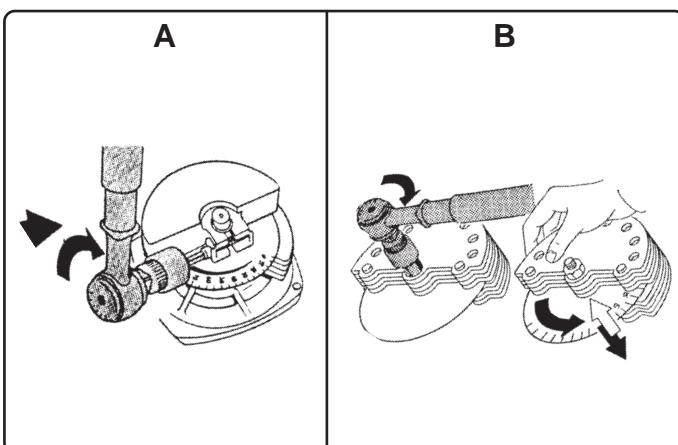

Fig. 21
- Una volta portata la massa eccentrica sul valore desiderato serrare con la chiave dinamometrica la vite di fissaggio (Fig.21-A) o il dado (Fig.21-B) e ripetere la stessa operazione sulla massa opposta (per la coppia di serraggio vedere le tabelle «Coppia di serraggio per viti di fissaggio degli elementi del motovibratore», pag. 32).
- Once the eccentric weight has been set to the desired value, tighten the fixing screw (Fig. 21-A) or nut (Fig. 21-B) with a torque wrench and repeat this operation on the opposite weight (consult the «Driving torque for the screws fixing parts of the motor-driven vibrator» tables on pages 32 for the driving torque).
- Après avoir placé la masse excentrique sur la valeur désirée serrer avec la clé dynamométrique la vis de fixation (Fig. 21-A) ou l'écrou (Fig. 21-B) et répéter la même opération sur la masse opposée (voir la valeur du couple de serrage dans les Tableaux « Couple de serrage pour vis de fixation des éléments du motovibrateur », pages 32).
- Wenn man die Schwingmasse auf den gewünschten Wert gebracht hat, die Befestigungsschrauben (Abb. 21-A) oder die Mutter (Abb. 21-B) mit einem Drehmomentschlüssel anziehen und den gleichen Vorgang auf der gegenüberliegenden Masse vornehmen (die Anzugsmomente stehen in der Tabelle «Abzugsmomente für die Befestigungsschrauben der Elemente des Vibrationsmotors», Seite 32).
- Una vez que hemos llevado la masa excentrica al valor deseado ajustar con la llave dinométrica el tornillo de fijación (Fig. 21-A) o la tuerca (Fig. 21-B) y repetir la misma operación con la masa opuesta (para lo relativo al par de torsión ver las tablas «Par de torsión para tornillos de fijación de los elementos del motovibrador», pag. 32).